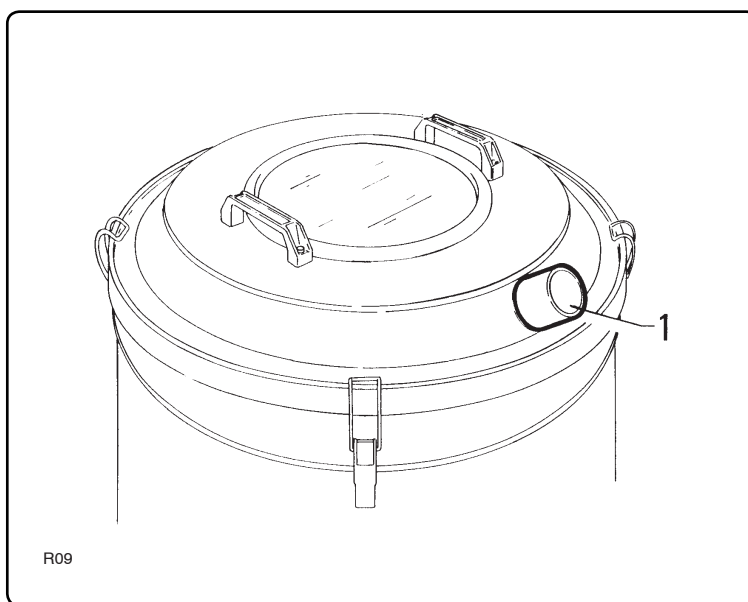

Fig. 5.3.1
5.3 - Verifica corretto allacciamento elettrico (fig. 5.3.1)**5.3 - Inspecting the electrical connection (fig. 5.3.1)****5.3 - Vérification du raccordement électrique (fig. 5.3.1)****5.3 - Control de la correcta conexión eléctrica (fig. 5.3.1)****ATTENZIONE!!**